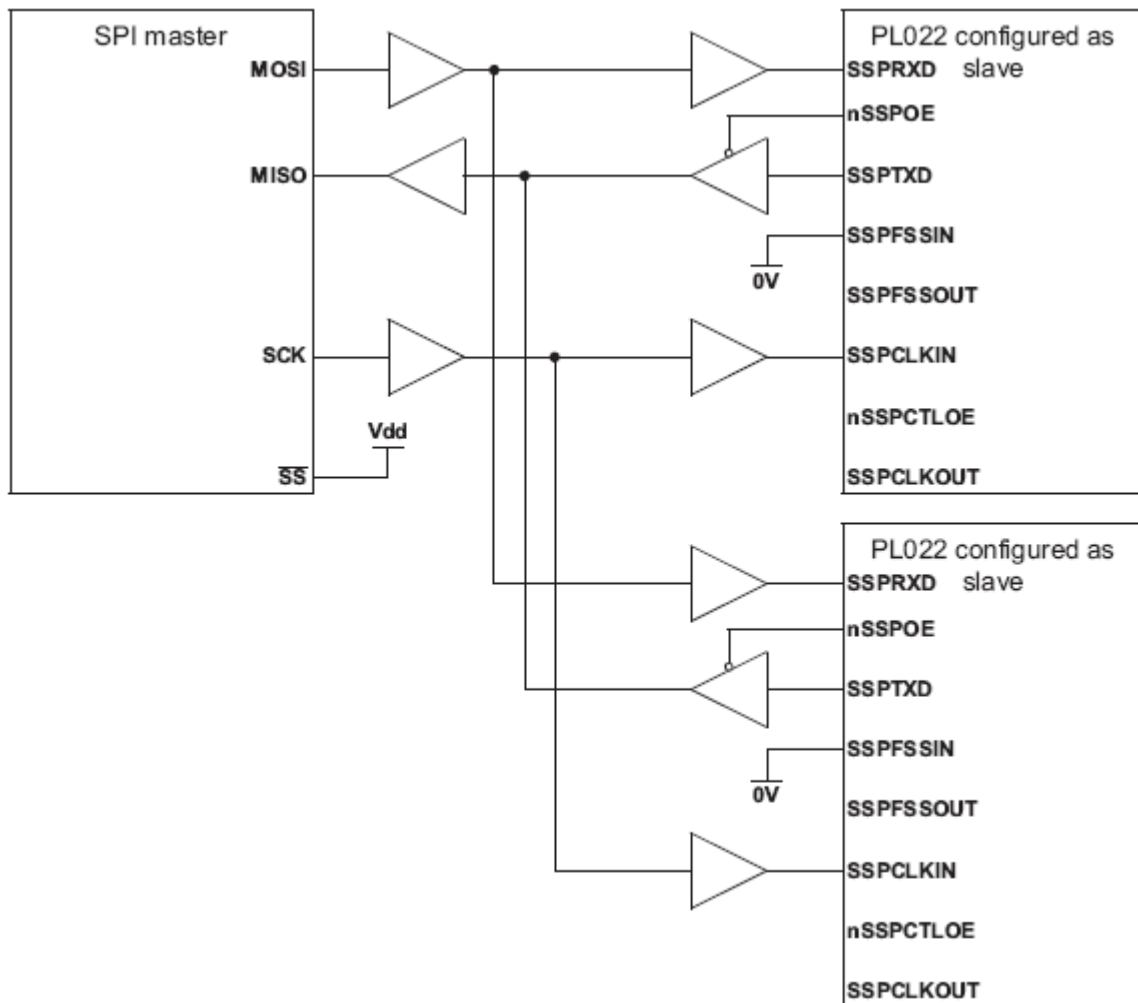

Рис. 2-15. Ведущее устройство, поддерживающее протокол SPI подключено к двум ведомым модулям SSP
Рис. 2-15 показывает ведущее устройство, поддерживающее протокол SPI фирмы Motorola, соединенное с двумя модулями SSP, сконфигурированными для работы в ведомом режиме. Линия Slave Select (SS) ведущего устройства в этом случае установлена в высокий логический уровень. Ведущее устройство осуществляет передачу данных по линии MOSI циркулярно в адрес двух ведомых модулей.